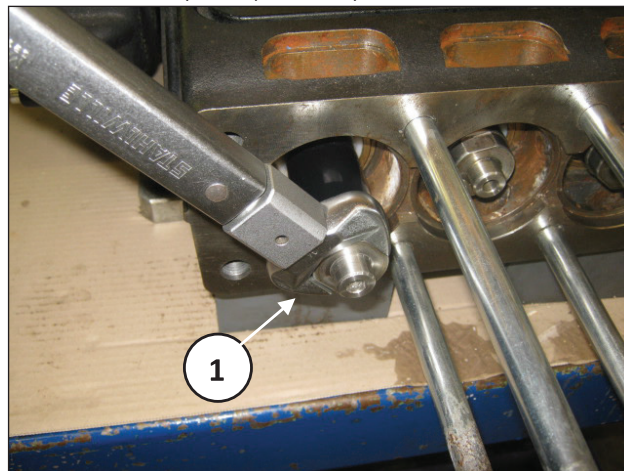

Abb. 129
Montieren Sie das Kolben-Distanzstück auf die Pumpe und ziehen Sie es fest (Pos. ①, Abb. 129).